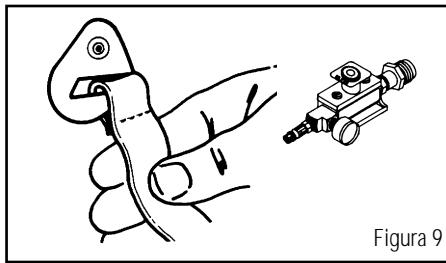

Figura 9
- Conecte la correa de la barbilla a la cubierta interior haciendo deslizar el nudo de la correa de la barbilla sobre el gancho. (Figura 9)